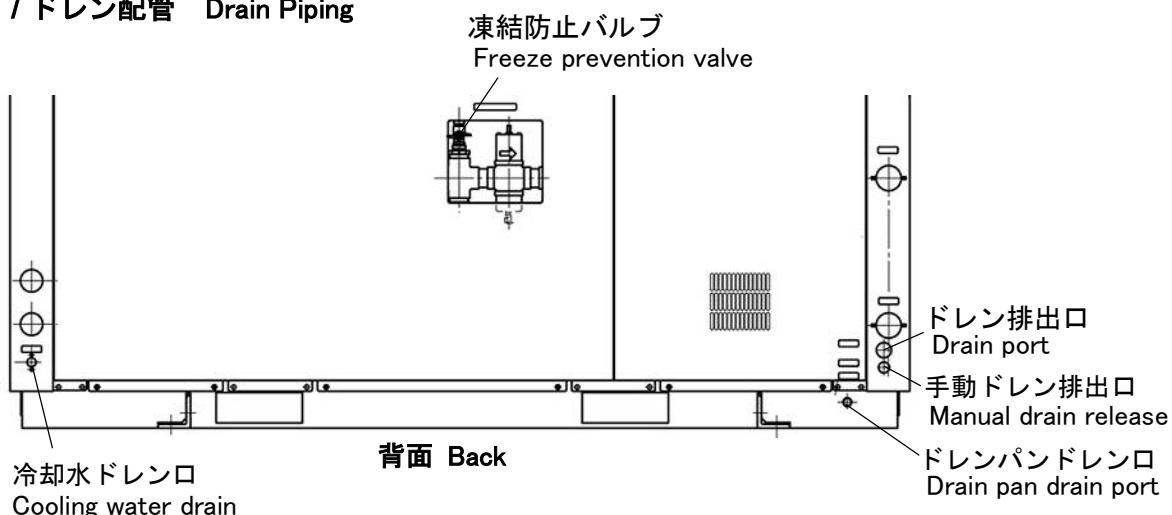

図1. Figure 1.
やむを得ず立ち上がりを設ける場合は、バルブまたはドレントラップを取り付け、水が抜けるようにしてください。(図1)
Do not allow a rise in the piping from the air compressor to the air dryer. If you cannot avoid a rise, install a valve or drain trap so that water can discharge. (See Fig. 1.)
1. 図1に示すドレンパンドレン口 (R3/8) に配管してください。
Attach R 3/8 piping to the drainpan drain port of Figure 1.
1. 図 1 に示す冷却水 ドレン口 (Rp1/4) の プラグを外し、配管してください。配管の途中には別途バルブを設け、通常はバルブを閉じてください。
Remove the plug from the cooling water drain (Rp 1/4) of Figure 1 and attach piping.
3. 7 項図 1 に示す凍結防止バルブを開いてください。凍結防止バルブは、本機内の制水弁をバイパスします。凍結防止バルブを開かないと、本機停止中は制水弁が閉じているので冷却水は循環しません。本機を運転する場合は、必ず凍結防止バルブを開じてください。
Open the freeze prevention valve of Figure 1 in section 3.7.